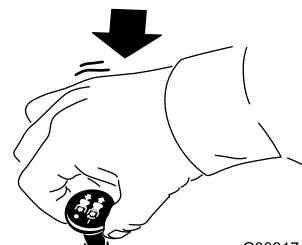

Figure 22
1. Désengagez les lames en plaçant la commande des lames en position DÉENGAGÉE (Figure 22).